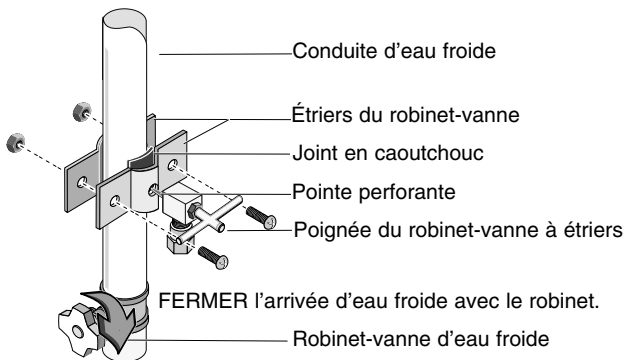

Figure 5
Pose du robinet-vanne à étriers; se reporter à la Figure 5.
8. Poser le robinet-vanne à étriers sur la conduite d'eau froide, comme il est illustré à la Figure 5.